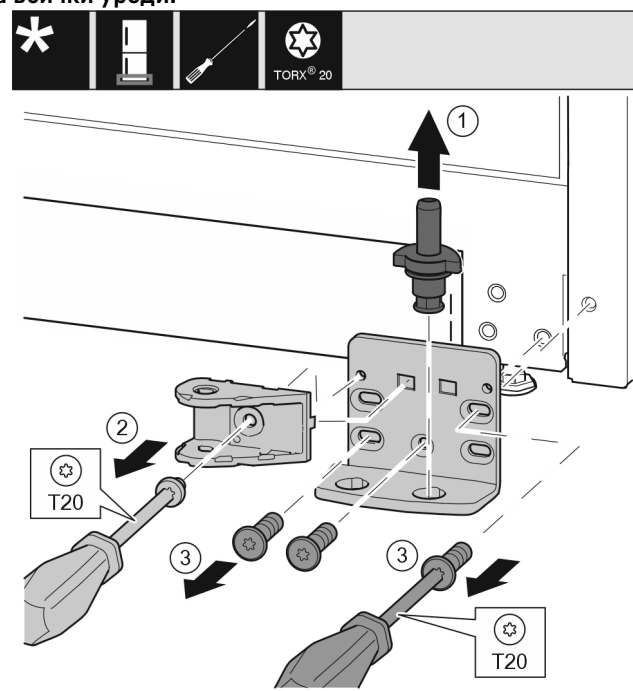

Fig. 34 *
- Извадете изцяло нагоре лагерния болт. Fig. 34 (1)*
- Отвийте винта с отвертка T20 и свалете съединението на затварящия демпфер. Fig. 34 (2)
- ▶ Отвийте винтовете с отвертка T20 и свалете лагерната стойка. Fig. 34 (3)*